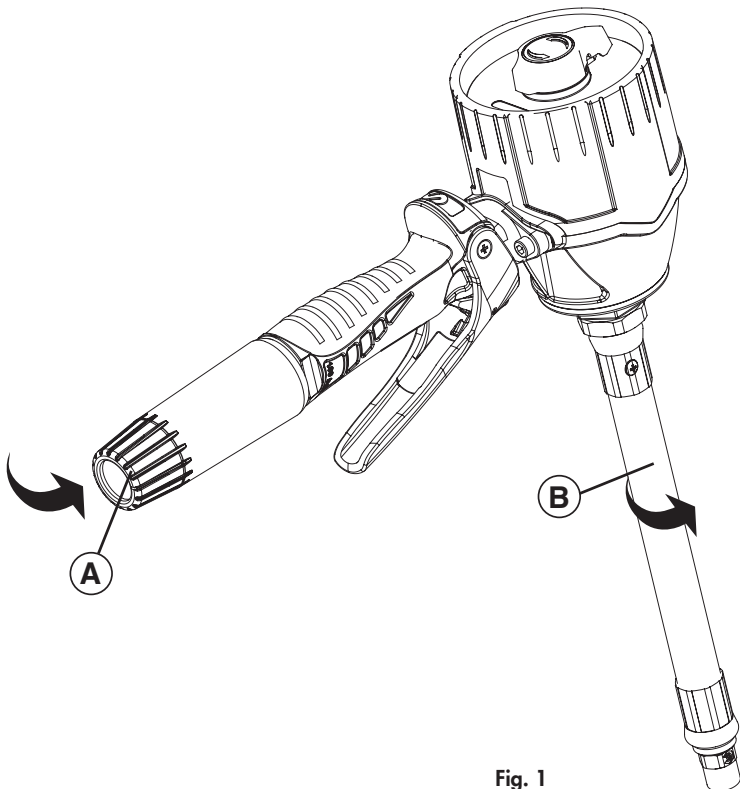

Fig. 1
- With control valve, installed at the end of a hose reel to take the point of delivery (fig. 1).
- Con pistola, instalado en el extremo de la manguera de un enrollador para poder llevarlo al punto de suministro (fig. 1).
- С регулировочным клапаном механический измеритель устанавливается в конце катушки со шлангом в конечной точке подачи (рис. 1).